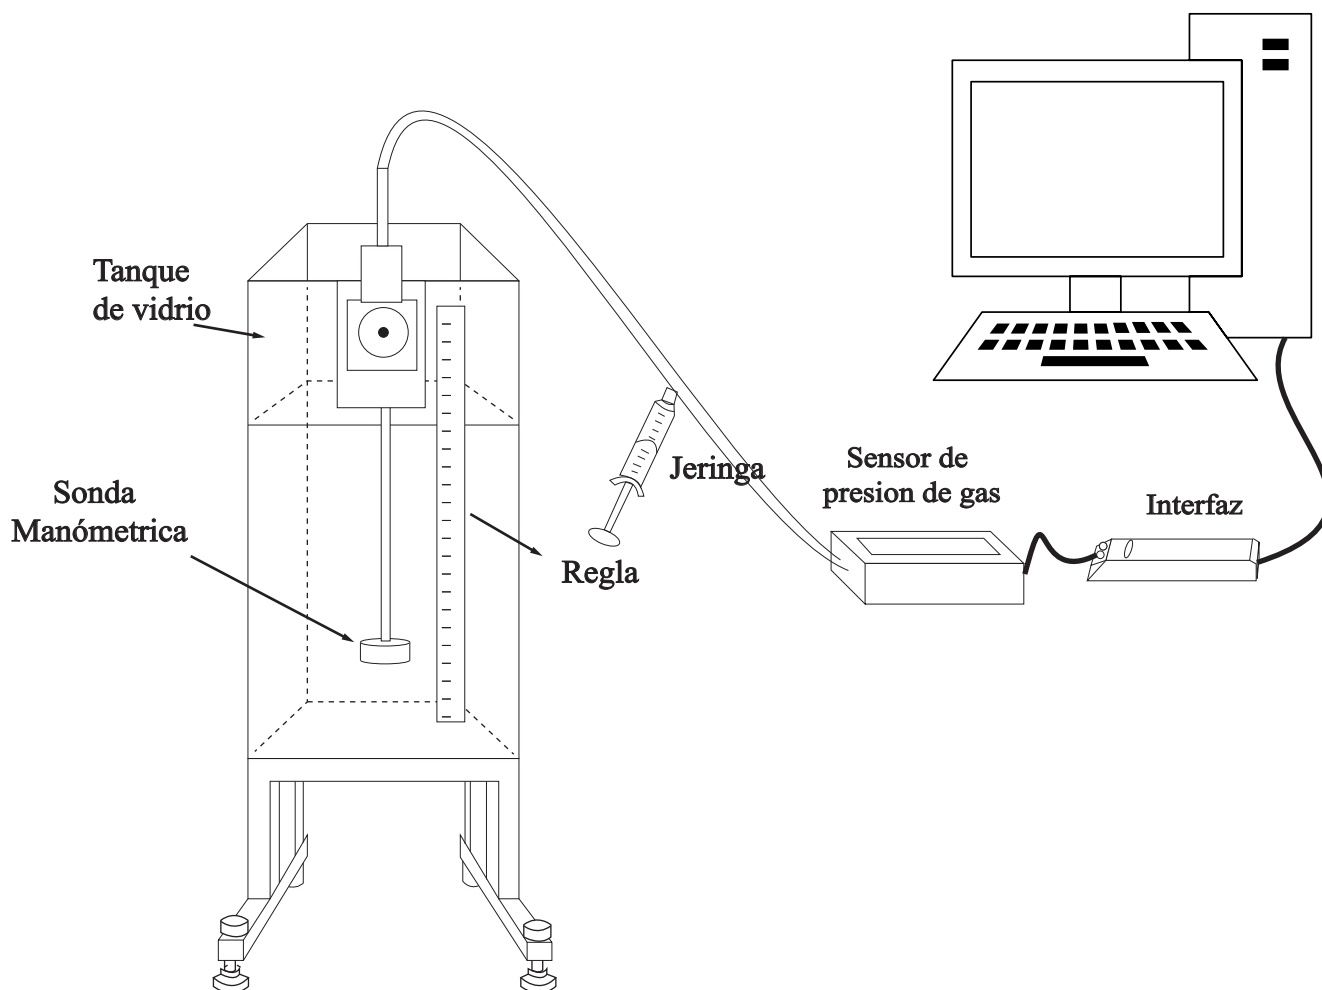

Figura 1.6: Esquema de montaje para la variación de la presión con la profundidad, procedimiento 2
3. Conectar la manguera de la sonda manométrica al sensor de presión de gas, y ésta a la interfaz, y la interfaz a la computadora (ver Figura 1.6).